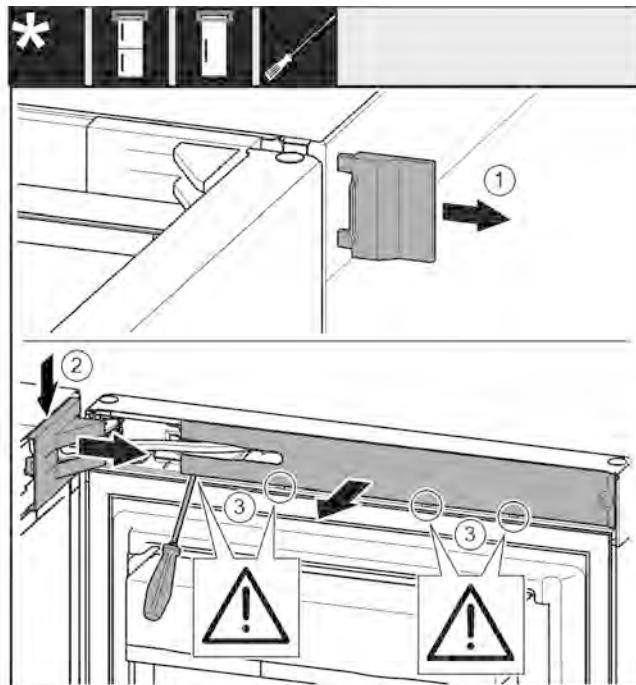

Fig. 7
- Снимите внешнюю крышку. Fig. 7(1)
- ▶ Освободите и отсоедините крышку опорного кронштейна. Снимите крышку опорного кронштейна. *Fig. 7 (2)*
- ▶ При помощи шлицевой отвертки освободите накладку и отведите в сторону. *Fig. 7 (3)*